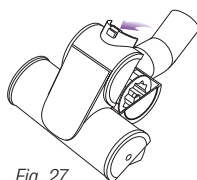

Fig. 27
- 1 Faites glisser le levier de verrouillage (a) vers l'avant et inclinez doucement le capot de la brosse vers le haut afin de le retirer. **(Fig. 27)**